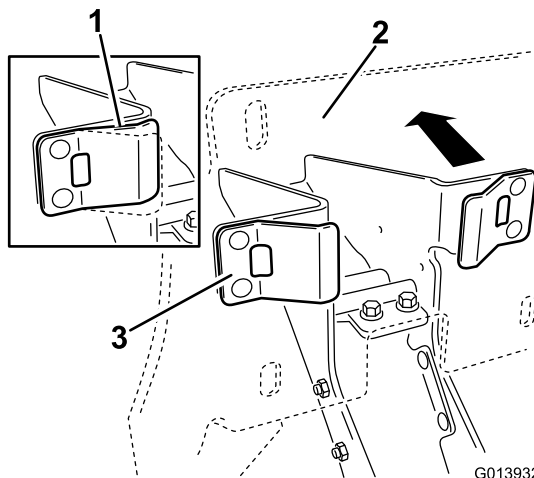

Bild 14
1. Stellen Sie sicher, dass die Kunststoffanschläge die Federnasen berühren und wenden Sie ausreichend Druck auf die Rückplatte der Wiege an, sodass die Federnasen in der Mitte zusammengedrückt sind (Bild 14).